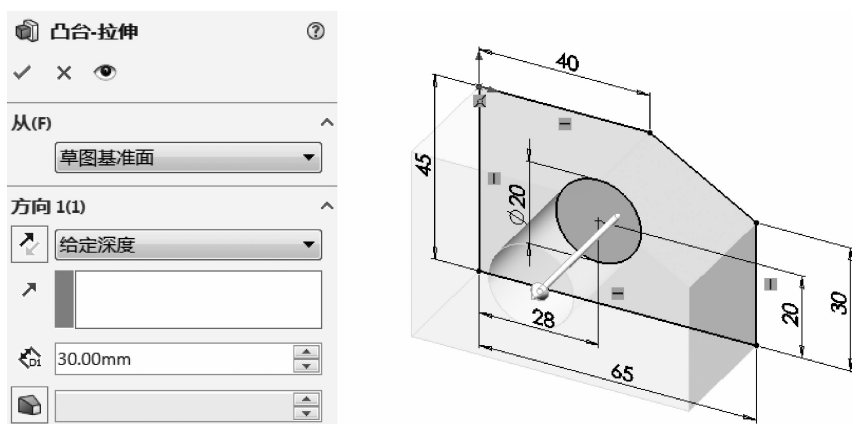

图 1-39 设定深度为“30mm”
(5)选用特征。调出【特征】工具栏,单击【拉伸凸台/基体】按钮,出现【凸台-拉伸】属性管理器,在【方向 1(1)】下拉列表框中选择【给定深度】,在【深度】文本框中输入“30mm”,单击【确定】按钮,如图 1-39 所示。